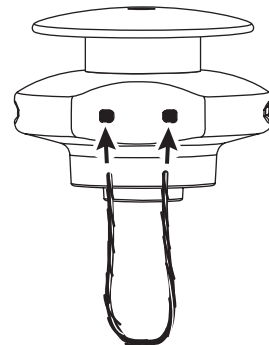

Fig. 18
1. Insérez chaque extrémité du fil de remplacement dans les trous des deux côtés du crochet de retenue (Fig. 18).